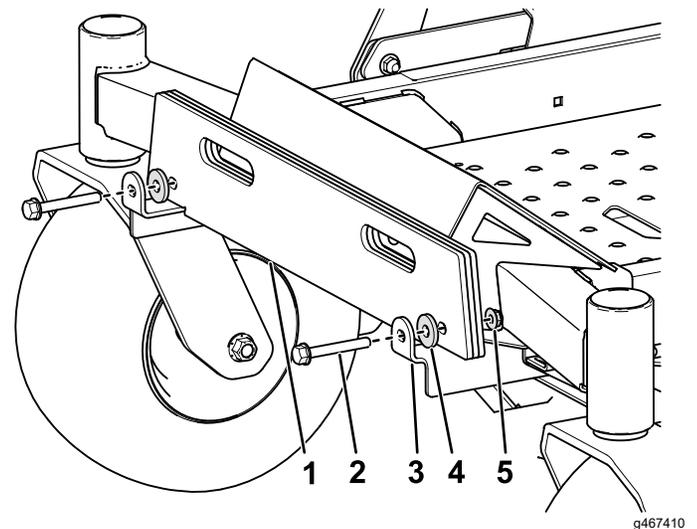

Bild 4
2. Befestigen Sie die beiden Kofferballaste (Gewicht abhängig von der Mähwerksgröße) an den Ballasthalterungen mit zwei Schrauben ($\frac{3}{8}$ " x 2- $\frac{3}{4}$ ") und zwei Sicherungsmuttern ($\frac{3}{8}$ "), wie in Bild 4 dargestellt.